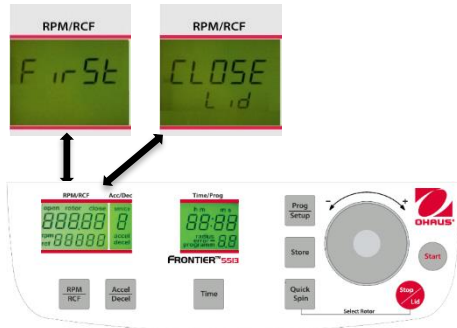
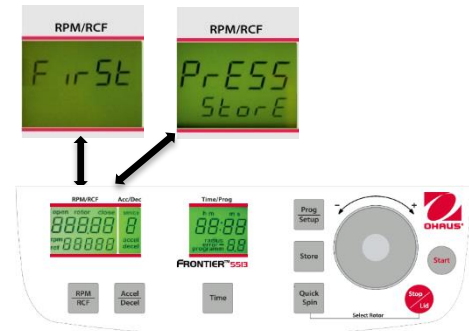

Figure. 21
Figure. 22
Fermer le couvercle de la centrifugeuse. Procéder dorénavant selon la description précédente afin de définir tous les paramètres importants de la centrifugation. Si le couvercle n'est pas fermé lors de la mémorisation du programme, les mots "**FirSt**" et "**CLOSE Lid**" (voir la figure 21) clignotent alternativement sur l'affichage "**RPM/RCF**" (A-1). Si la centrifugation doit être démarrée sans mémorisation du programme, les mots "**First**" et "**PrESS StoreE**" (voir la figure 22) clignotent alternativement sur l'affichage "**RPM/RCF**" (A-1).
Pour adapter les données, appuyer sur la touche "**Store**" (2) (voir les figures 21 et 22) pendant 1 seconde environ. Si le programme est correctement mémorisé, le mot "**StorE**" apparaît sur l'affichage "**RPM/RCF**" (A-1). Ceci aura pour effet de faire disparaître le mot "**programm**" (M10).